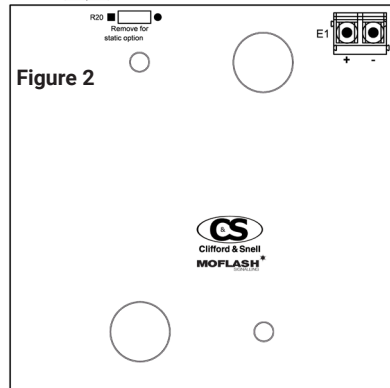

Figure 2
- Diese Geräte werden als modulare Bausätze erworben und durch die Kombination verschiedenfarbiger Leuchtköpfe (entweder blinkend (FD) oder statisch (SD)). Sie bieten eine große Flexibilität für den visuellen Status.
- Für den unabhängigen Betrieb benötigt jede Baken-/Summer-Einheit eine eigene Stromversorgung, entweder über eine gemeinsame 0-V-Leitung und separate +24-V-Leitungen oder jede Einheit hat ihre eigenen 0-V- und +24-V-Leitungen. Abbildung 3 unten zeigt die optionale Sounder-Platine mit den 0-V- und +V-Anschlüssen sowie den DIP-Schalter für die Tonauswahl. Abbildung 2 auf Seite 3 zeigt die Leiterplatte für 24-V-DC-Signalgeber und Abbildung 4 die Leiterplatte für Hochspannungs-Signalgeber (48 V, 115 V und 230 V AC/DC).